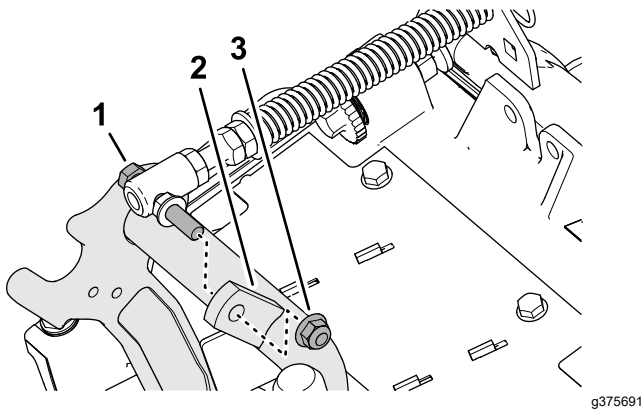

Figure 19
- Retirez le contre-écrou à embase (3/8") qui fixe la vis du ressort de compensation sur la patte droite du bâti porteur, et retirez le ressort de compensation de l'unité de coupe (Figure 19).